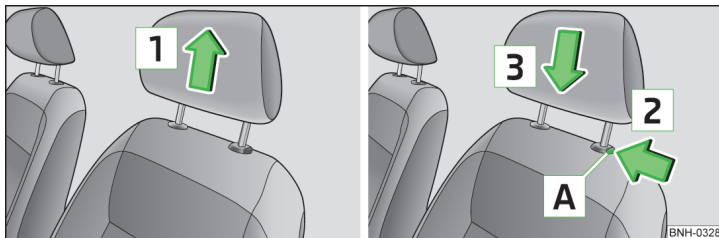

Abb. 50 Höhe der Kopfstütze vorn einstellen
- » Die Stütze **nach oben** in Pfeilrichtung **1** » Abb. 50 verschieben.